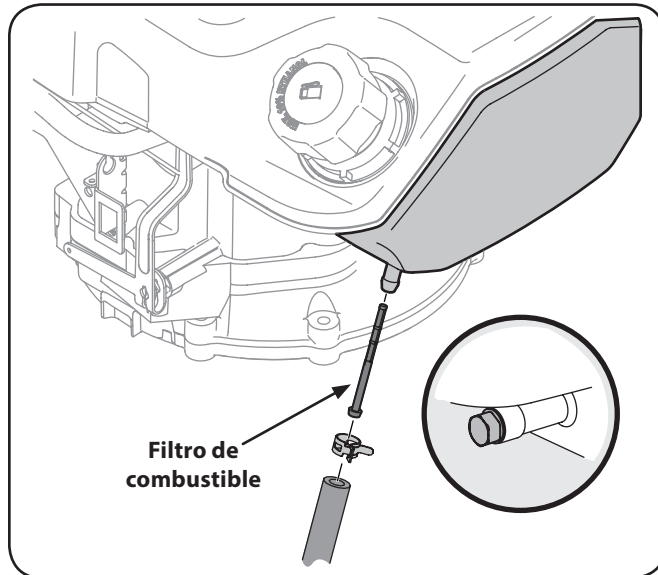

Figura 6-8
2. Quite la c-abrazadera de la línea de combustible y quite la línea de combustible de la salida de tanque. Ver la Figura 6-8.
4. Agarre el nuevo filtro de combustible a partir del final llevado a hombros e insértelo completamente al hombro en la salida de tanque. Ver la inserción de la Figura 6-8.